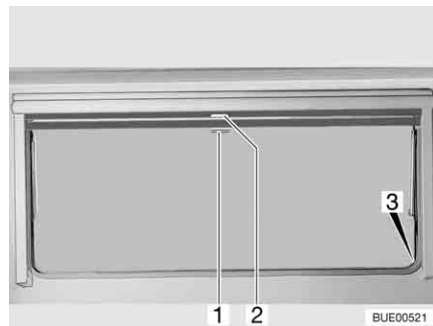

Fig. 100 Ventana abatible
- Tirar del asidero (Fig. 100,2) de la persiana oscurecedora enrollable hacia abajo. Cuando la persiana oscurecedora enrollable se cierre por completo, encajarla en el bloqueo (Fig. 100,3) a ambos lados del marco de la ventana.
- Cuando la persiana oscurecedora enrollable está completamente cerrada: Presionar el tirador (Fig. 100,2) hacia abajo y tirarlo ligeramente hacia dentro. Desenganchar la persiana oscurecedora enrollable de los bloques a izquierda y derecha del marco de la ventana.
- Cuando la persiana oscurecedora enrollable se encuentre en una posición intermedia: Tirar ligeramente del asidero (Fig. 100,2) hacia abajo, hasta que se hay soltado el bloqueo.
- Tirar hacia abajo de la mosquitera enrollable (Fig. 100,1) y engancharla en el bloqueo (Fig. 100,3) a ambos lados del marco de la ventana.
- Presionar el tirador (Fig. 100,1) hacia abajo y tirarlo ligeramente hacia dentro. Desenganchar la mosquitera enrollable de los bloqueos a izquierda y derecha del marco de la ventana.